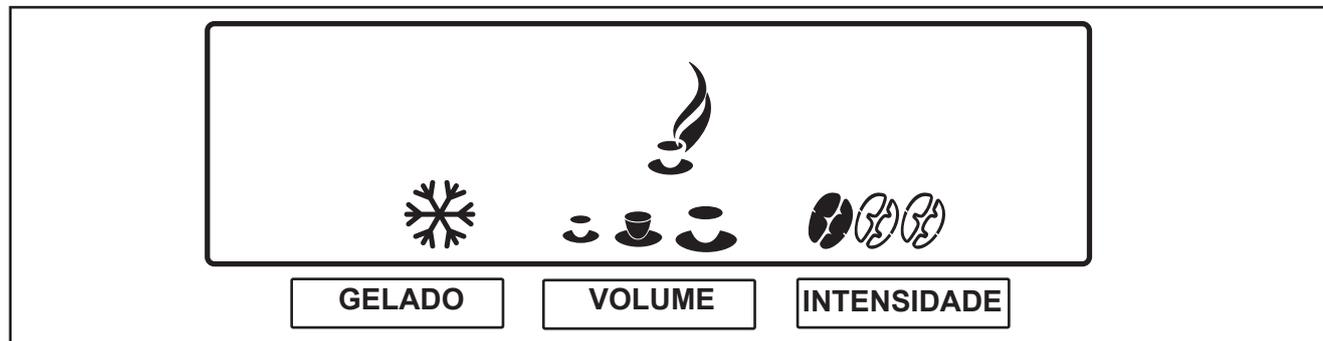

Fig. 15
A sua máquina dispõe de possibilidades de pré-seleção. Durante a instalação, o técnico da assistência técnica eventualmente ativou estas possibilidades de pré-seleção. Ao selecionar os botões de pré-seleção, o display exhibe as seguintes possibilidades de pré-seleção (Fig. 15):
2. Prima o botão de pré-seleção „**GELADO**“ para ativar esta pré-seleção. O símbolo para GELADO é exibido. (Fig. 15)
2. Prima o botão de pré-seleção „**VOLUME**“ para ativar esta pré-seleção. São exibidos três símbolos de xícaras (pequena - média - grande). (Fig. 15)